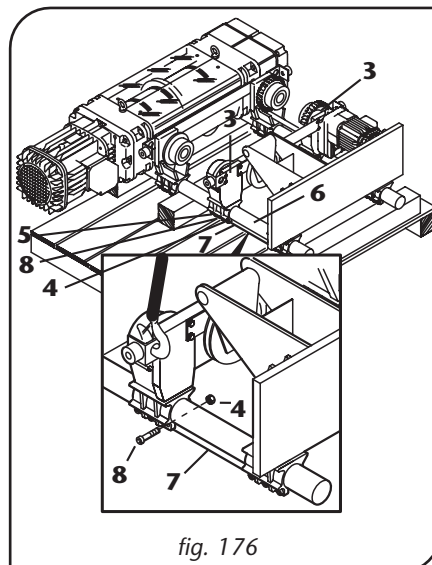

fig. 176
- Pour permettre le libre déplacement des montants porte-galet -3- côté masse d'équilibrage sur les barres d'accouplement -6-, ôter des brides de fixation -5- les entretoises -7- en dévissant intégralement l'écrou -4- et en ôtant la vis -8- (fig. 176).